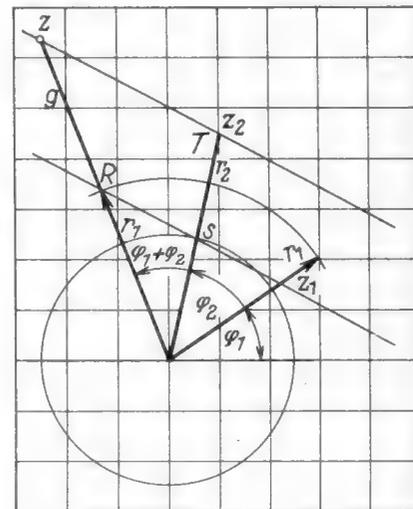
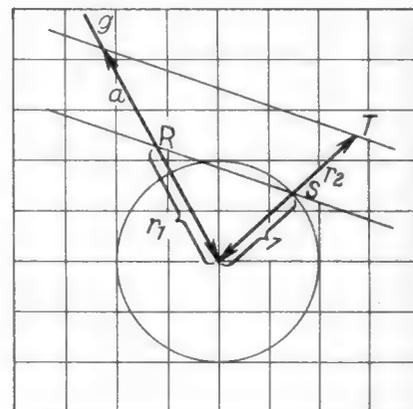
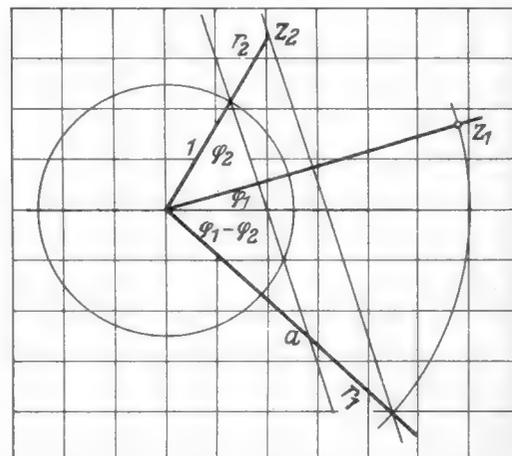

Bild 8. Multiplikation zweier komplexer Zahlen
Bild 9. Hilfskonstruktion für die Multiplikation (Bild 8)
Bild 10. Division komplexer Zahlen
5. Multiplikation (Bild 8)
Nach dem Strahlensatz gilt: Werden zwei sich kreuzende Geraden von zwei Parallelen geschnitten (Bild 9), so gilt:
Es werden zunächst (Bild 8) die Winkel φ_1 und φ_2 addiert, es ergibt sich die Gerade g . Auf ihr wird die Strecke r_1 abgetragen. Durch T wird eine Parallele zu RS gelegt. Sie schneidet g in z .
6. Division (Bild 10)
Die Tragplatte aus 1-mm-Aluminiumblech (Bild 6) für die Seilrollen des Skalenzugs wird bei k auf das Chassis genietet. In den Bohrungen l, m auf der Tragplatte und n auf dem Chassis wird mit Hilfe von M-3-Schrauben je eine Seilrolle befestigt (Bild 8). Der aus 1 mm starkem Eisenblech hergestellte Lagerwinkel für den Abstimmdrehkondensator (Bild 9) wird bei g und f auf das Chassis genietet oder geschraubt und der Trolitul-Drehkondensator in die 10-mm-Bohrung eingesetzt. Zum Antrieb des Drehkondensators dient eine Seilscheibe von 55 mm-Ø. Mit Schrauben M3 x 10 mm wird der Lagerbock (Bild 10) für die Drehknopfachse des Skalenantriebs aus 1-mm-Aluminiumblech in den Bohrungen i und h auf dem Chassis befestigt. Die Antriebsachse hält man am einfachsten mit zwei Splinten links und rechts vom Lagerbock unter Beilage von zwei Unterlegscheiben fest. Das äußere Ende dieser Achse soll mit dem Chassis abschneiden, auf keinen